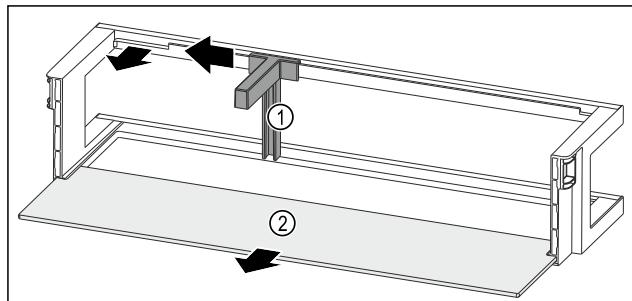

Fig. 93 Vratna polica z držalom za steklenice in odlagalno polico
- Držalo za steklenice Fig. 93 (1) potisnite povsem na stran do odprtine.
- Odstranite držalo za steklenice Fig. 93 (1).
- Odstranite polico za odlaganje Fig. 93 (2).